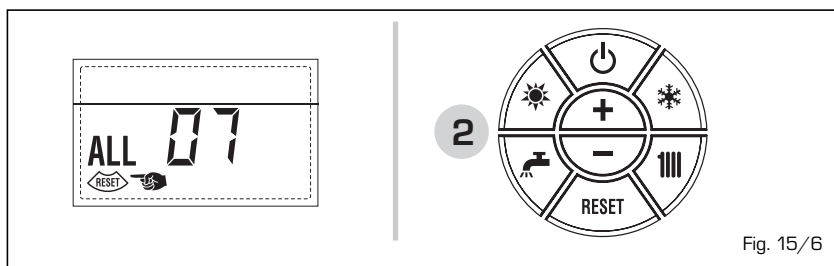

Fig. 15/6
- **ANOMALIA CIRCOLAZIONE ACQUA "ALL 09" (fig. 15/8)**